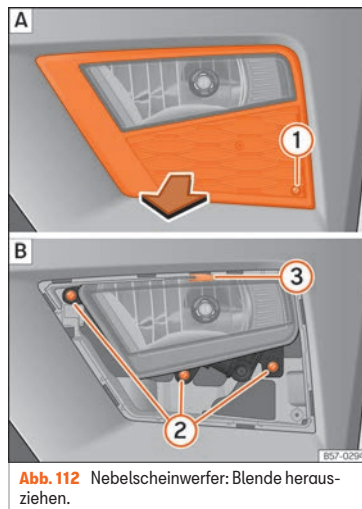
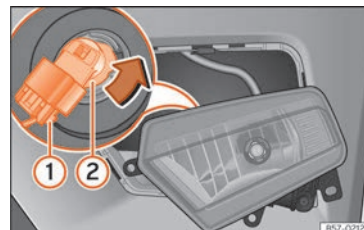

Abb. 112 Nebelscheinwerfer: Blende herausziehen.
Abb. 113 Nebelscheinwerfer: Lampenträger ausbauen
1. Schraube »» Abb. 112 ① [A] mit einem Schraubendreher aus der Blende des Nebelscheinwerfers herausschrauben und Blende herausziehen.
2. Entfernen Sie die 3 Schrauben »» Abb. 112 ② [B].
3. Ziehen Sie die Metallklammer an der Oberseite des Nebelscheinwerfers zur Außenseite des Fahrzeuges ab ③ [B] und entfernen Sie den Nebelscheinwerfer.
4. Ziehen Sie den Stecker »» Abb. 113 ① von der Lampe ab.
5. Drehen Sie den Lampenträger »» Abb. 113 ② nach links und ziehen Sie.